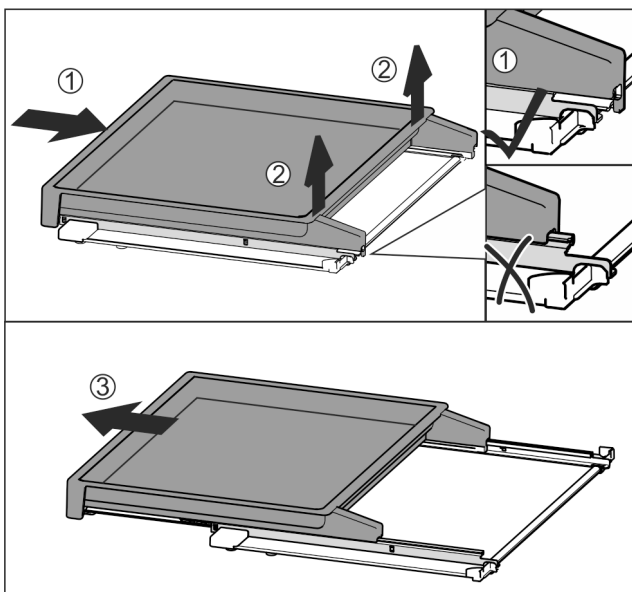

Fig. 133
- Skyv uttrekksbordet helt inn Fig. 133 (1).
- Løsne forriglingen på bakre side Fig. 133 (2).
- Ta ut uttrekksbordet fremover Fig. 133 (3).